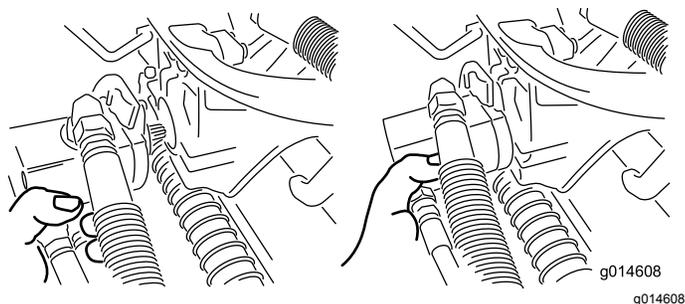

Рисунок 47
- Переместите электродвигатель на место хранения на передней стороне рычага подвески (Рисунок 47).